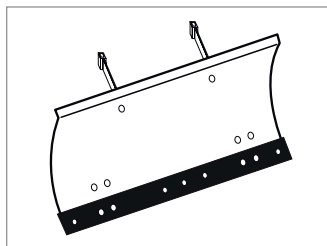

Рис. 21
- Нож-отвал **DASC Blade 100** (Рис. 21) спользуется для расчистки территории от снега в зимний период. Крепится перед щеткой на кронштейны.